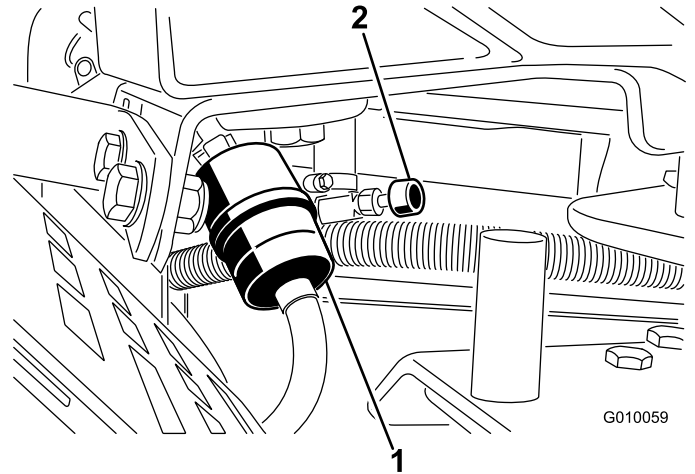

図 51
2. 燃料バルブを閉じる (図 51)。
3. 古いフィルタのクランプをゆるめて脇に寄せる (図 51)。
5. 新しいフィルタをホースに取り付け、クランプで固定する (図 51)。
7. 燃料バルブを開く (図 51)。
3. 燃料フィルタについているクランプをゆるめ、フィルタからはずらす (図 51)。
4. フィルタから燃料ホースを抜き取る (図 51)。燃料バルブを開き、排出される燃料を容器に受ける。
5. フィルタに燃料ホースをつなぎ、クランプで固定する (図 51)。